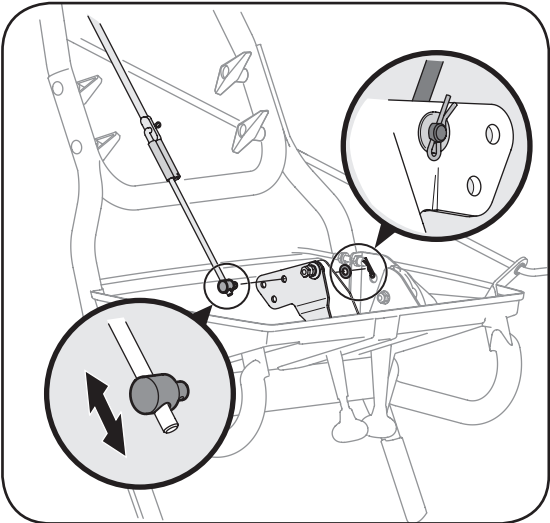

Figure 15
S'il n'est pas possible d'utiliser toutes les vitesses (avant et arrière), voir la Figure 15 et ajustez le levier de vitesses comme suit:
Retirez ensuite la goupille fendue interne et la rondelle plate qui se trouvent sur la virole et dégagez la virole du levier de vitesses. Voir la Figure 15.
3. Abaissez le levier de vitesses le plus bas possible. Vissez ou dévissez la virole sur la tige du levier de vitesses selon le besoin, jusqu'à ce que la virole soit alignée avec le trou dans lequel elle se trouvait plus tôt. Voir la Figure 15.